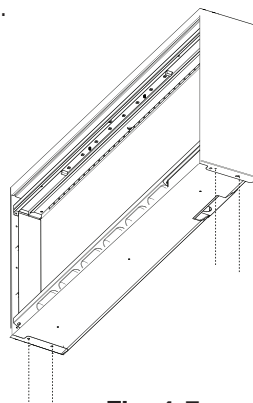

Fig. 4-7
4. Si les capots latéraux sont installés avant l'installation en retrait, retirez les capots latéraux en retirant les vis (**Fig. 4-7 & 4-8**).